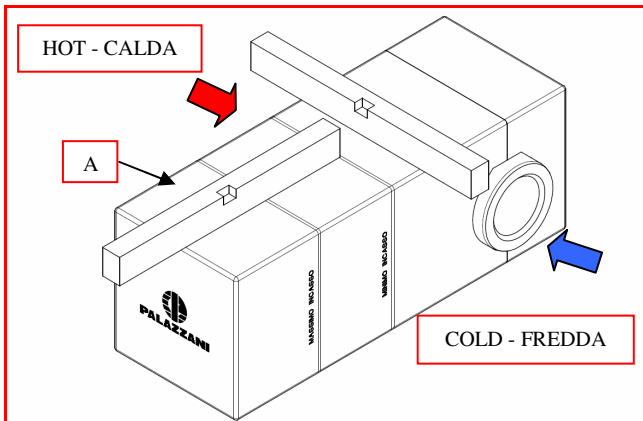

FIGURA 1 - MONTAGGIO CORPO E COLLEGAMENTI
- 1 - INSERIRE IL CORPO CON L'APPOSITA SCATOLA DI PROTEZIONE IN POLISTIROLO (A) (FIGURA 1), ASSICURANDOSI CHE VENGA FISSATA IN POSIZIONE PERFETTAMENTE ORIZZONTALE. PER QUESTA OPERAZIONE SERVIRSI DI UNA LIVELLA VERIFICANDO LA PLANARITA NELLE DUE DIREZIONI COME EVIDENZIATO IN FIGURA 1. COLLEGARE LE DUE ENTRATE DELL'ACQUA, CALDA A SINISTRA E FREDDA A DESTRA (FIGURA 1). AL TERMINE DELL'OPERAZIONE RIFILARE LA SCATOLA DI PROTEZIONE (A) A FILO MURO;